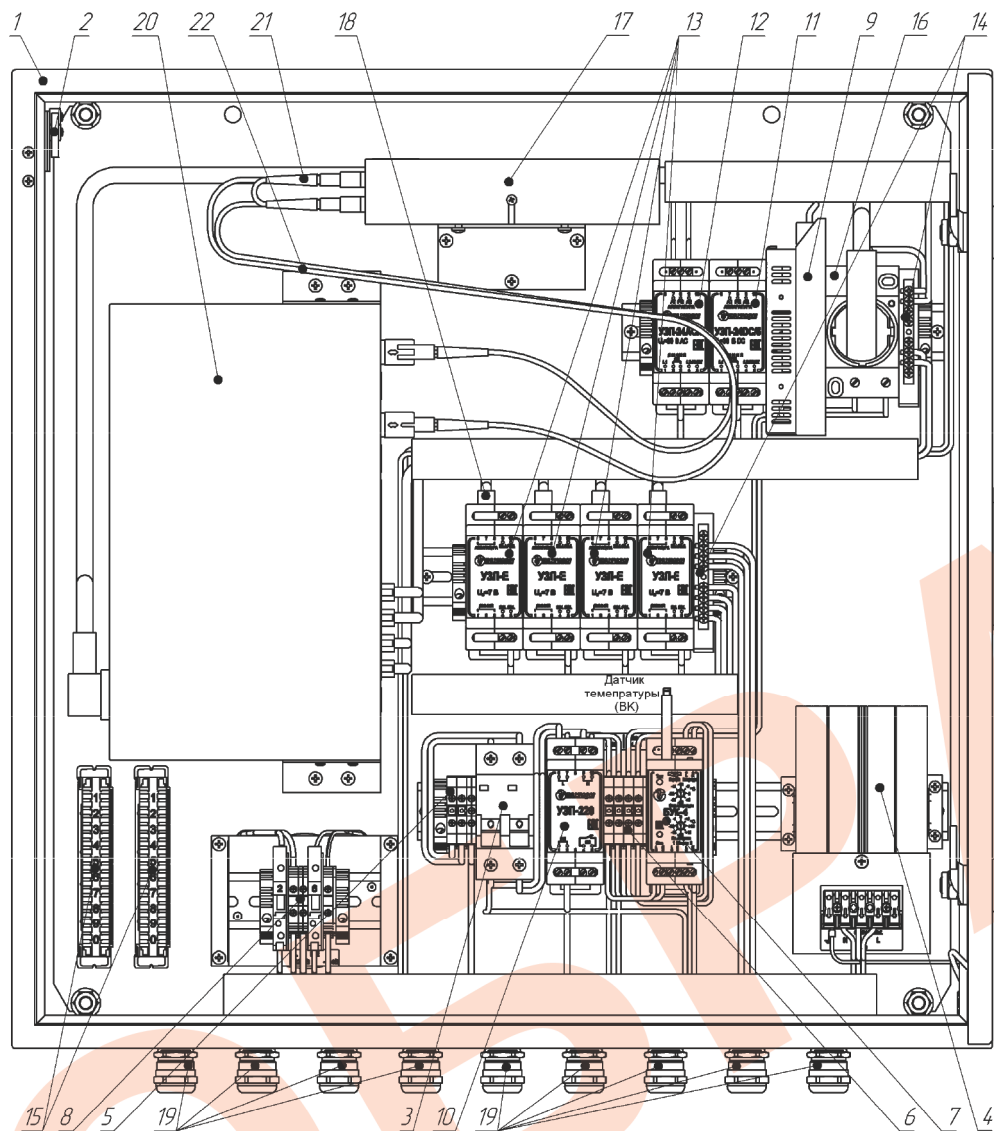

Рис. 1. Устройство термощкафа (дверь открыта на 90°)
- снять оптический кросс с кронштейна, ослабив крепежные винты В1 и В2 (рис.1);
7. Подать напряжение питания 220В АС на клеммы X1, при этом фазный провод (L) соединить с контактом 1.1, нулевой провод (N) с контактом 2.1.